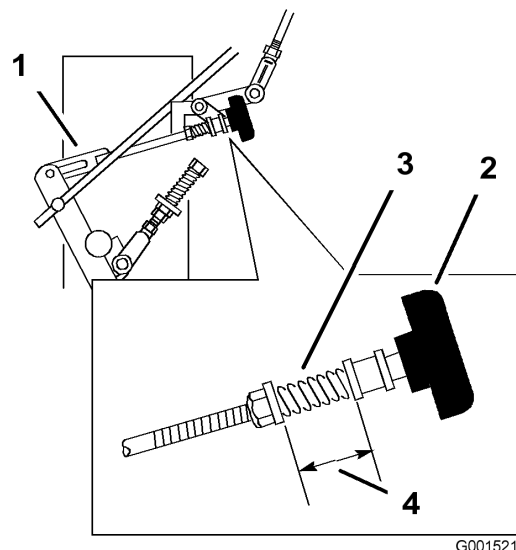

Figura 40
3. Ajuste el acoplamiento del lado derecho girando el mando de ajuste de la dirección en el sentido contrario a las agujas del reloj hasta que la rueda empiece a girar hacia adelante (Figura 40).
4. Gire el mando en el sentido de las agujas del reloj, 1/4 de vuelta a la vez. Luego mueva la palanca de control de la velocidad hacia adelante y hacia atrás a punto muerto. Repita esto hasta que la rueda derecha deje de girar hacia adelante (Figura 40).
6. El muelle que mantiene tensado el mando no suele necesitar ajustes. No obstante, si es necesario ajustarlo, ajuste el muelle hasta que la distancia entre las arandelas sea de 26 mm (1 pulgada) (Figura 40).
7. Ajuste la longitud del muelle girando la tuerca de la parte delantera del muelle (Figura 40).